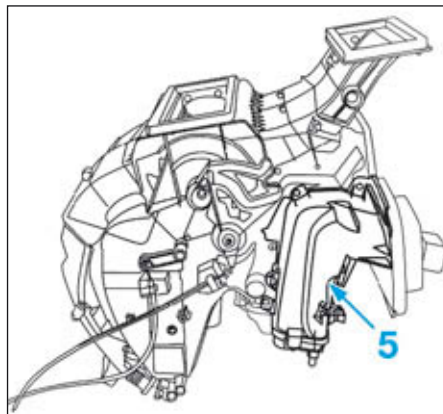

FIG.11
- Déposer le cache en plastique latéral (5) (Fig.11).